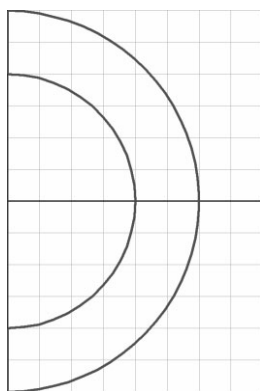

Рис.1
**Пример:** рассмотрим модель, показанную ниже на Рис.1, где радиусу полуокружностей равны 2 и 3, а их общий центр имеет координаты  $(0, 0)$ . Предположим, что нам нужно добавить внутри блока несколько параллельных горизонтальных ребер, расположенных на расстоянии 0.5 друг от друга.